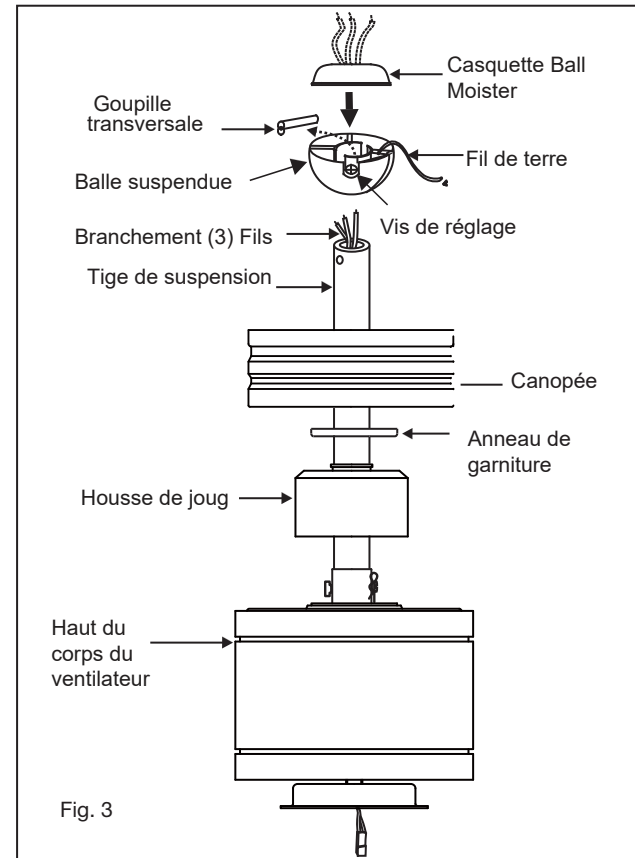

Fig. 3
- 6 Glissez le couvercle de l'étrier, l'anneau de garniture et la verrière sur la tige de suspension. (Fig.3)
- 8 Faites passer les fils à travers les trous du capuchon d'humidité de la bille en caoutchouc et faites glisser le capuchon vers le bas sur le dessus de la bille. (Fig.3)
Retirez les vis et retirez la plaque de verre du couvercle de la lampe (Fig.2), puis fixez le couvercle métallique au couvercle de la lampe B et au couvercle de la lampe A avec les vis fournies. (Fig.3)
- 1 Retirez la plaque murale existante et l'ancien interrupteur de la boîte de prise murale. (Fig. 3)